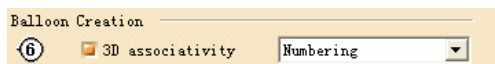

图 6-92
(4) Balloon Creation (零部件序号创建) 选项组 (如图 6-92 所示)